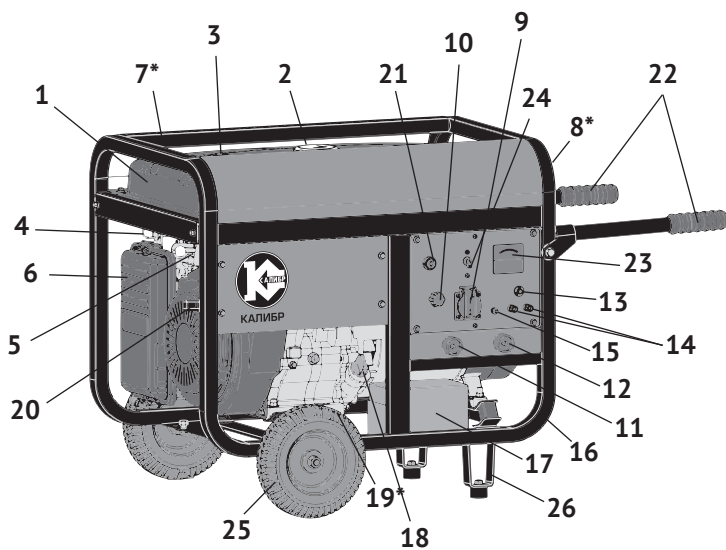
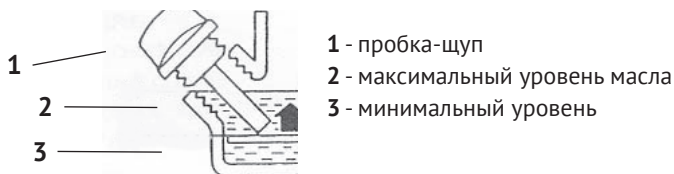

рис.1
рис.2
Коленчатый вал, приводимый во вращение возвратно-поступательными движениями поршня двигателя, передаёт крутящий момент на вал якоря генератора. Передача осуществляется через коническое сопряжение ротора генератора и вала двигателя. При этом образуется самоцентрирующаяся трёхопорная схема соединения. С обмоток статора генератора напряжение подводится: через систему стабилизации на розетку переменного тока: 230В (рис.1 поз.9) и через выпрямительный блок на клеммы постоянного тока (рис.1 поз.14).
2.4 Общий вид бензогенератора представлен на рис.1
3.2 Бензогенератор оснащён одноцилиндровым четырёхтактным двигателем внутреннего сгорания с верхним расположением клапанов и нижним расположением коленчатого вала. Верхнее расположение клапанов снижает теплонапряжённость двигателя. При этом достигается более высокая выходная мощность в меньшем рабочем объёме при эффективном сгорании топлива. Двигатель имеет карбюраторную систему питания. Смазка осуществляется разбрызгиванием масла в картере. Пуск двигателя осуществляется или ручным тросовым возвратным стартёром (рис.1 поз.20) или ключом замка зажигания (рис.1 поз.21) электрического стартера.
3.4 Двигатель и генератор закреплены на трубчатой раме (рис.1 поз.16) через амортизаторы, что снижает вибрацию аппарата и уменьшает уровень шума при работе. Все элементы бензогенератора имеют удобный доступ для обслуживания и ремонта.
4.2.3 Обеспечение требований электробезопасности: Эксплуатация бензогенератора должна производиться в строгом соответствии с требованиями «Правил техники электробезопасности при эксплуатации электроустановок». Электрическая сеть подключения потребителей относится к системе с изолированной нейтралью, предусматривающей защитное заземление открытых токопроводящих частей корпуса. В зависимости от местных условий (состав грунта, его влажность и т.п.) изменяется качество заземления. Во всех случаях защитное заземление должно иметь сопротивление не более 4-х Ом. Во время работы бензогенератора его клемма заземления (рис.1 поз.15) должна быть подсоединена к заземлителю. Практически это требование может быть реализовано следующими способами:
Выкрутите пробку-щуп (рис.1 поз.18) из маслозаливной горловины и залейте в картер масло необходимой марки до нижнего края горловины, как показано на рис.2. Вставьте сухой чистый щуп в горловину картера и выньте его. Проверьте уровень масла: граница смоченной области щупа должна располагаться между отметками минимального и максимального уровней.
Открутите крышку топливного бака (рис.1 поз.2). Заливайте бензин в топливный бак не более чем на 1см ниже уровня основания заливной горловины. Перед запуском двигателя тщательно протрите крышку бензобака, удалив возможные при заправке брызги топлива.
6.1.1 Отключить всех потребителей переменного и постоянного тока от генератора. Перевести автоматический выключатель (рис.1 поз.24) в положение «Выкл».
- перевести замок зажигания (рис.1 поз.21) в положение «Вкл»;